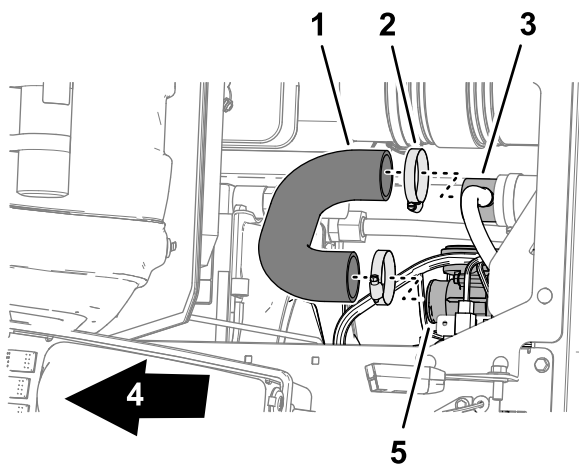

Figure 1
2. Sous le siège passager, retirez les 2 colliers qui fixent le flexible du filtre à air sur le tube d'évent en T et l'entrée du boîtier de papillon (Figure 1).